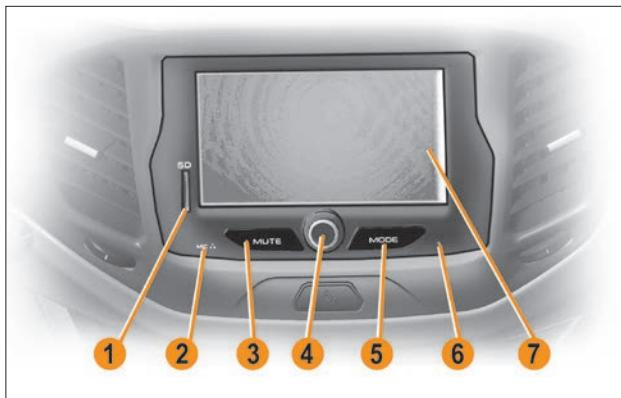

Рис. 3. Внешний вид и форма MMC с навигационной системой
2.1.1 Включение MMC с навигационной системой осуществляется кратковременным нажатием (1-2 сек.) на ручку энкодера 4 (рис. 3).
2.1.3 Для выключения MMC с навигационной системой кратковременно нажмите ручку энкодера **4** (рис. 3) и удерживайте ее в нажатом положении до выключения дисплея.
2.1.4 Для перезагрузки MMC с навигационной системой тупым тонким стержнем нажмите и удерживайте в течение 2–3 сек. кнопку Reset **6** (рис. 3). После перезагрузки MMC с навигационной системой переходит в режим «Радио» с прослушиванием первой сохраненной радиостанции.